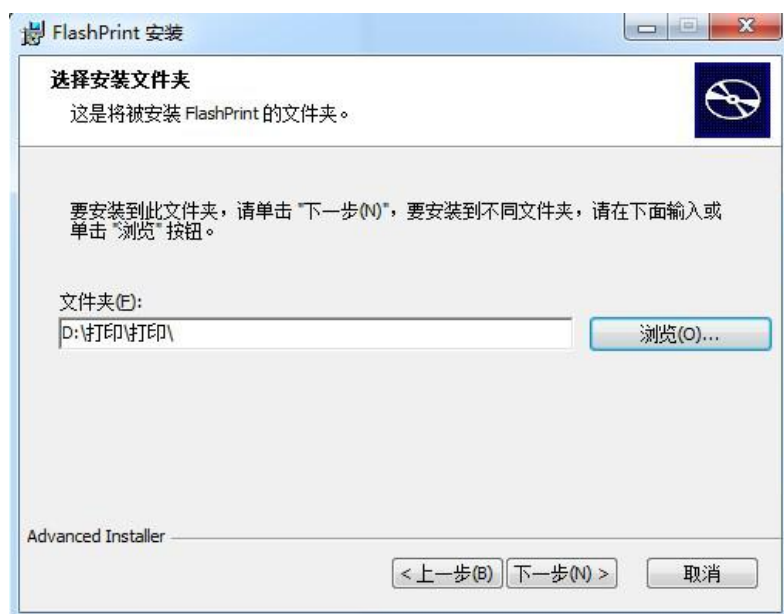

图 6-4
⑤（图 6-4）选择安装路径（建议默认路径），随后点击[下一步]